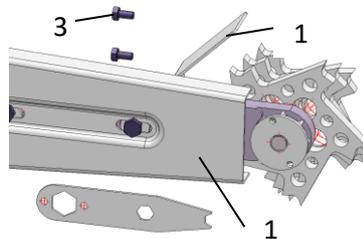

Abb. 4.: Montage Schutzblech
- > Montieren Sie das Schutzblech an dem Schwert (**1** – Abb. 4).
- > Die Nutenfräse verfügt über ein weiteres Schutzblech (**2** - Abb.4). Dies wird mit zwei Sechskantschrauben (**3** – Abb.4) an das Gehäuse angeschraubt.